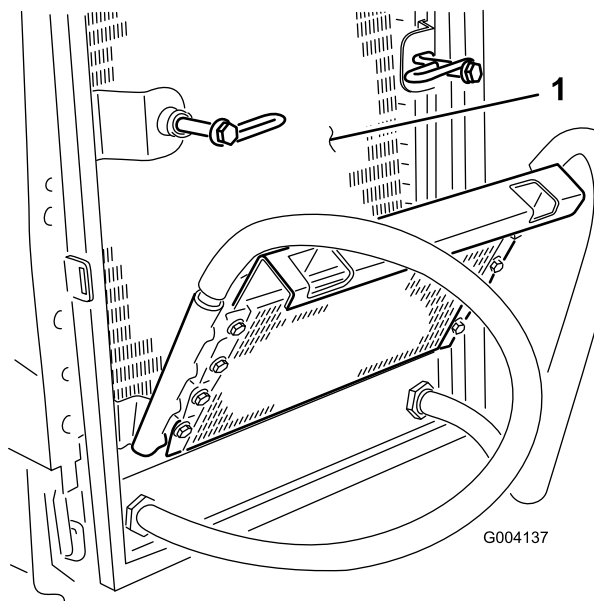

Figura 51
6. Limpie a fondo ambos lados del enfriador de aceite y del radiador (Figura 51) con aire comprimido.